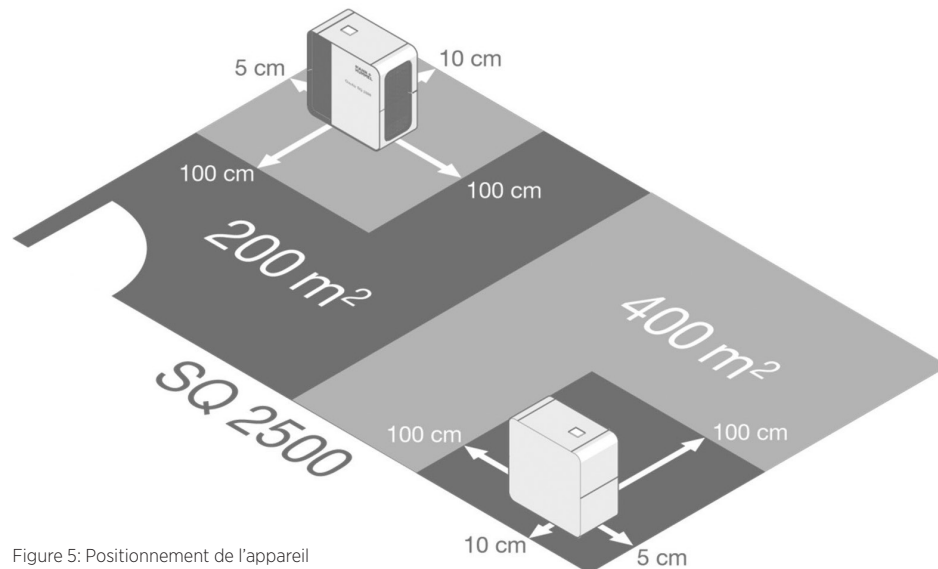

Figure 5: Positionnement de l'appareil
- Veillez à une distance optimale par rapport aux murs et aux objets, conformément aux indications dans Figure 5.